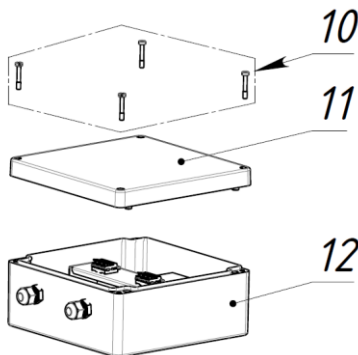

Рис. 4
1.3. Корпус бокса для ИЗУ (7) закрепить на опорной поверхности через установочные отверстия диаметром 6,5 мм. Габаритные и установочные размеры см. в соответствующем разделе. Расстояние от корпуса бокса для ИЗУ (7) до корпуса FOUNDRY 150H w/o driver box (4) должно быть не более 200 мм, т.к. провод ПРКС 3х1,5 (8) при подключении к FOUNDRY 150H w/o driver box не должен быть в натянутом положении.
2. Распаковать Driver box for FOUNDRY 150H, открутить четыре винта М6 (10), снять крышку (11) с корпуса Driver box for FOUNDRY 150H (12), см. рис. 4.